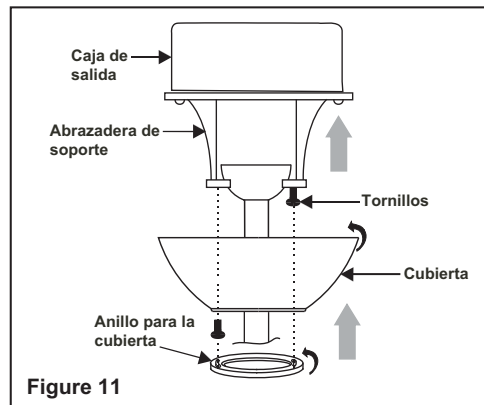

Figure 11
**Paso 2.** Deslice la cubierta hacia arriba hacia el soporte de montaje y coloque el agujero de posición de la cubierta sobre el tornillo del soporte de montaje, gire la cubierta hasta que quede encajada en su lugar en la sección estrecha de los agujeros de posición. (Fig. 11)